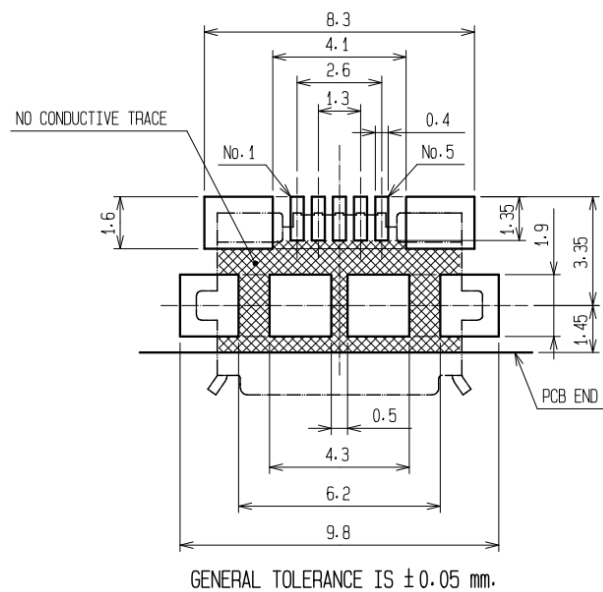

图 2 USB 连接器尺寸参数 (单位: mm)
- 2、在库文件 tv_lib 中，根据图 1 图 2给出的元件尺寸参数和表 1给出的引脚